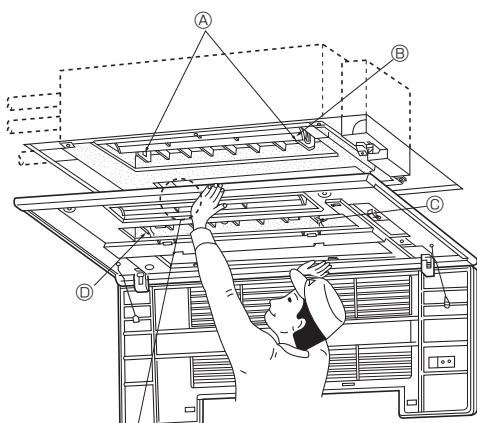
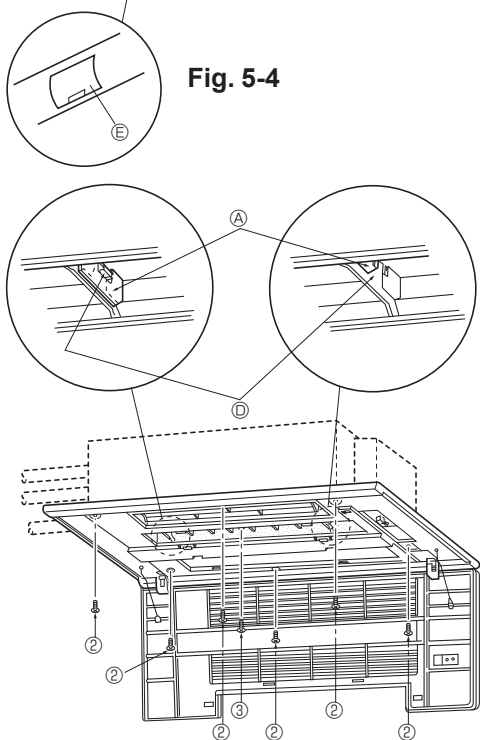
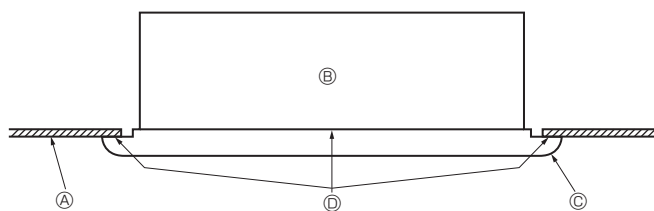

Fig. 5-4
Fig. 5-5
Fig. 5-6
5.3. Instalación de la rejilla (Fig. 5-4)
- ① Ganchos
- ② Abra completamente las aletas superior e inferior.
- ③ Lengüeta de soporte temporal
- ④ Lengüeta de soporte temporal
- ⑤ Cubierta del tornillo
- Ajuste el panel frontal de modo que encaje adecuadamente en el ángulo entre el techo y la pared e instale los pernos de fijación ② (suministrados con esta rejilla) en sus cuatro ubicaciones respectivas a izquierda y derecha, dejándolos ligeramente flojos. (Fig. 5-5)
- A continuación, apriete los pernos de seguridad ② y los tornillos de seguridad ③ en las tres ubicaciones centrales.
- Finalmente, apriete los pernos de seguridad ② en las cuatro ubicaciones a derecha e izquierda.
- Llegados a este punto, asegúrese de que no existan huecos entre la unidad interior y el panel frontal y entre el panel frontal y la superficie del techo. Si existieran huecos, podría penetrar el viento y provocar pérdidas de agua. (Fig. 5-6)
- * Apriete completamente los pernos de seguridad ② y los tornillos de seguridad ③.
[Fig. 5-5]
5.4. Comprobaciones a realizar después de la instalación (Fig. 5-6)